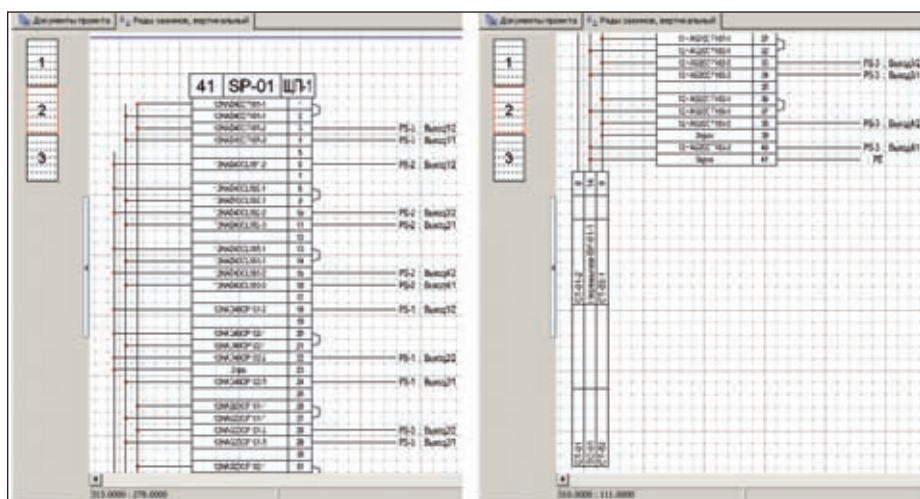

Рис. 3. Фрагмент документа "Подключение кабелей к рядам зажимов", клеммник SP-01
- подключение кабелей к рядам клемм (рис. 3);